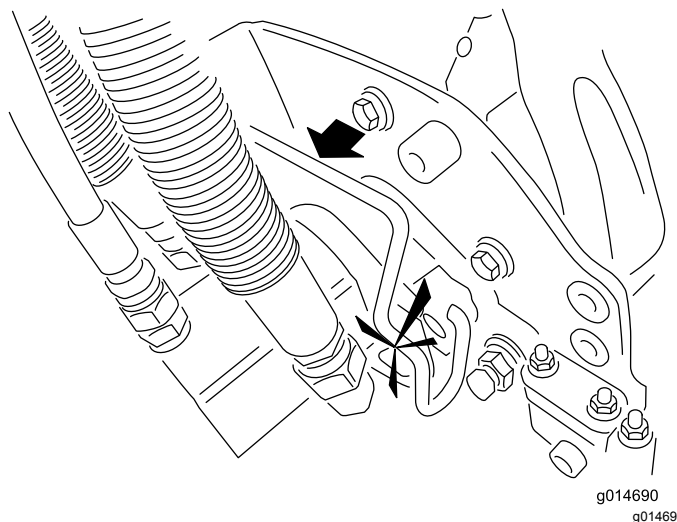

Figure 46
- Enduisez de graisse propre l'arbre cannelé du moteur de l'unité de coupe (Figure 46).
- Insérez le moteur dans le côté gauche de l'unité de coupe (vu de la position de l'utilisateur) et tirez la barre de retenue du moteur située sur l'unité de coupe vers le moteur jusqu'à ce que vous entendiez un déclic des deux côtés du moteur (Figure 46).